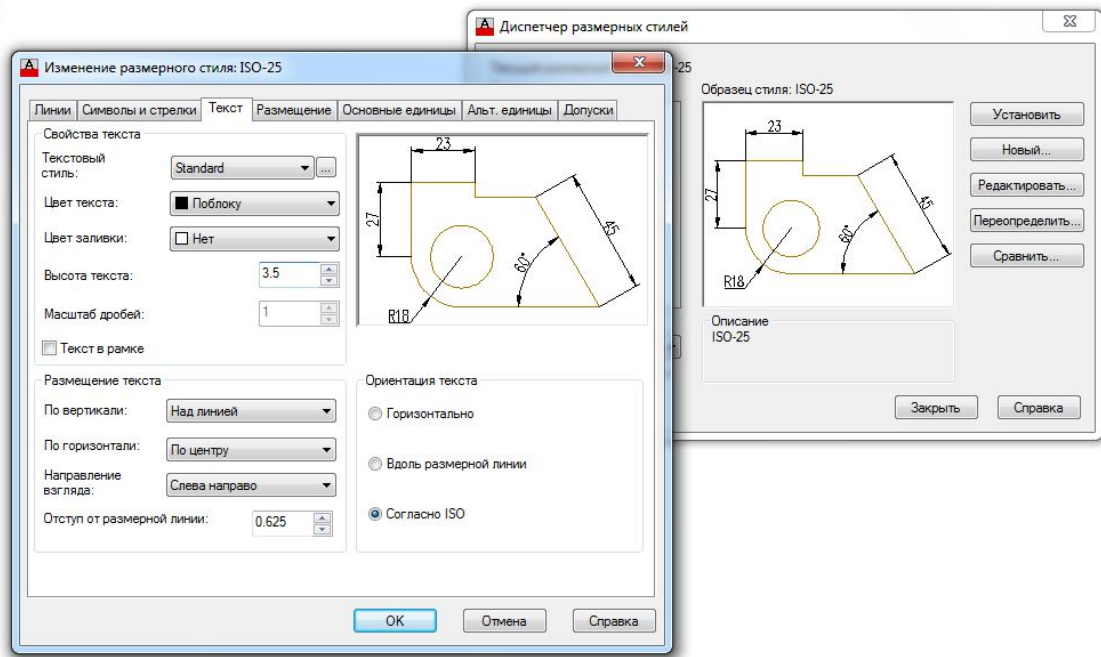

Рис. 19. Контекстное меню Диспетчер типов линий
7.1. Создать новый размерный стиль **Размерный** в окне Диспетчер размерных стилей (рис. 19) с параметрами, указанными в таблице 2.